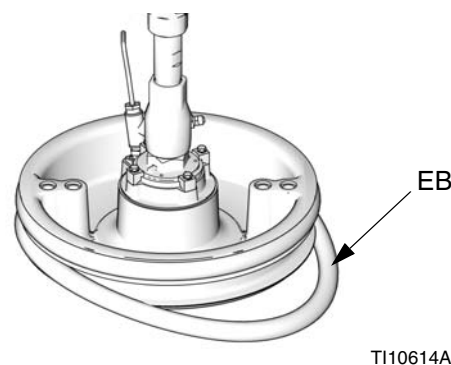

FIG. 18
1. Nettoyez les rainures des joints à l'aide d'un outil en bois ou en plastique pour ne pas endommager le racleur (EB).
2. *En partant du bas*, inclinez un racleur (EB) sur le dos du cylindre. Consultez la FIG. 18.
3. Introduisez le racleur (EB) dans la rainure supérieure et faites glisser l'extrémité avant du racleur dans cette dernière.
4. *Uniquement pour un racleur de 200 litres (55 gallons) :* introduisez le deuxième racleur (EB) dans la rainure inférieure et faites glisser l'extrémité avant du racleur dans cette dernière.